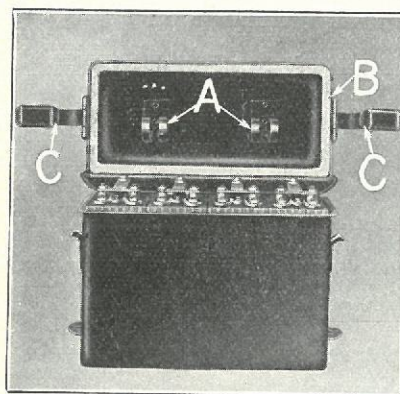
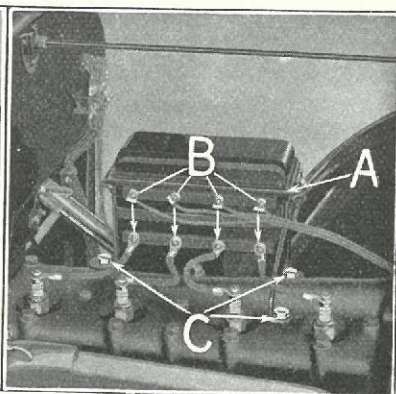

Fig. 545
Fig. 546
- 1195** Fjedre anbragt paa Laagets Inderside (Fig. 545-A) trykker stadigt Induktionsrullerne ned mod Kontakterne og holder dem paa Plads. Laaget slutter fuldkommen tæt mod Kassen ved Hjælp af en Specialpakning (Fig. 545-B) og to stærke Fjederlaase »C«. Endelig forhindrer en Rende paa Bagsiden (Fig. 546-A), at Vandet trænger ind til Induktionsrullerne i Huset.
- 1198** Udtag de tre Topstykkebefæstigelsesbolte (Fig. 546-C), som samtidig holder Induktionsrullehuset, og aftag dette.